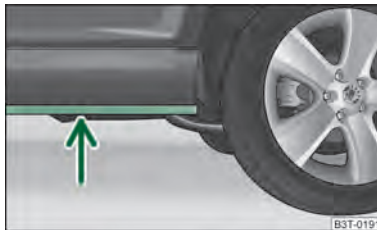

Abb. 168 Steg am Unterholm des Fahrzeugs
- Vor einer Wasserdurchfahrt die Wassertiefe feststellen. Das Wasser darf maximal bis zum Steg am Unterholm des Fahrzeugs reichen ⇒ Abb. 168.